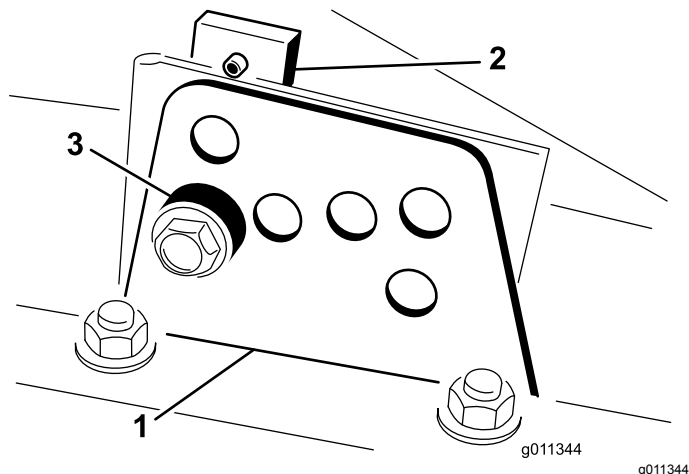

Figure 16
2. Desserrez le boulon qui fixe le support de hauteur de coupe à la plaque de hauteur de coupe (à l'avant et de chaque côté), comme montré à la Figure 16.
4. Tout en soutenant la chambre, déposez l'entretoise (Figure 16).